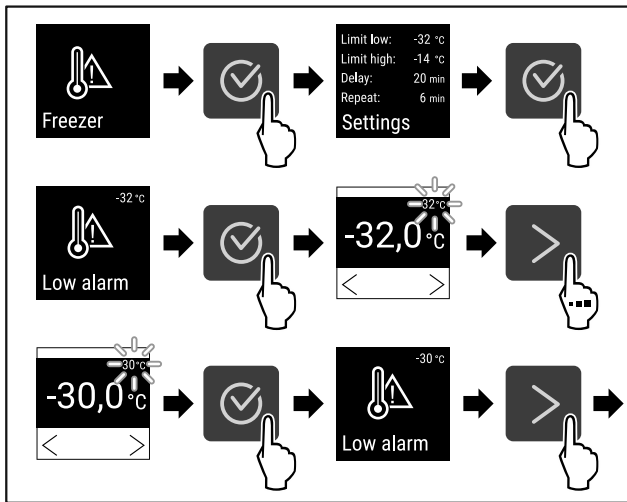

Fig. 98
- Vykonaňte kroky akcie (pozri Fig. 98) .